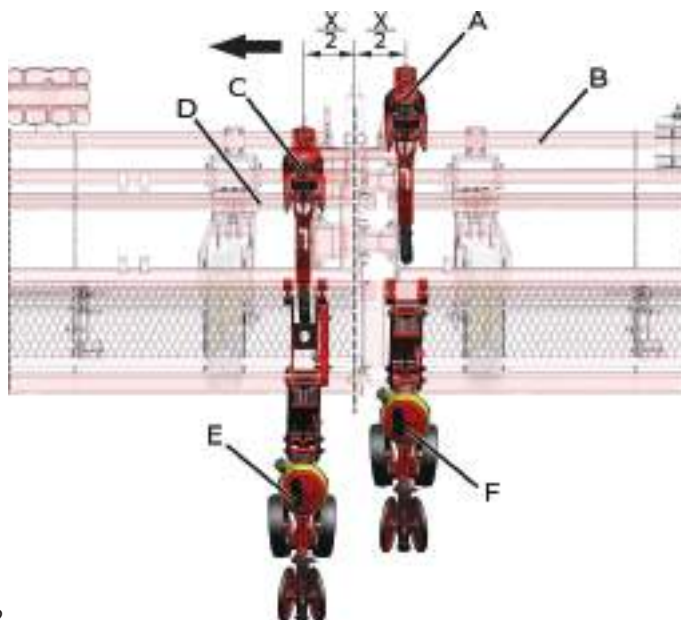

fig. 32
b) **Espaçamento com número par de linhas:** marque o centro do chassi (*fig. 32*) e posicione a primeira linha sulcadora (A), a direita da marcação, no tubo dianteiro (B) do chassi, afastada do centro a metade do valor do espaçamento entre linhas. À esquerda da marcação central, posicione a segunda linha sulcadora (C), montada no tubo traseiro (D), a uma distância de metade do valor do espaçamento entre linhas. Na parte traseira do chassi esquerdo, monte a linha longa (E) da semente e no chassi direito a linha curta (F), ambas alinhadas com as linhas sulcadoras montadas na parte frontal.